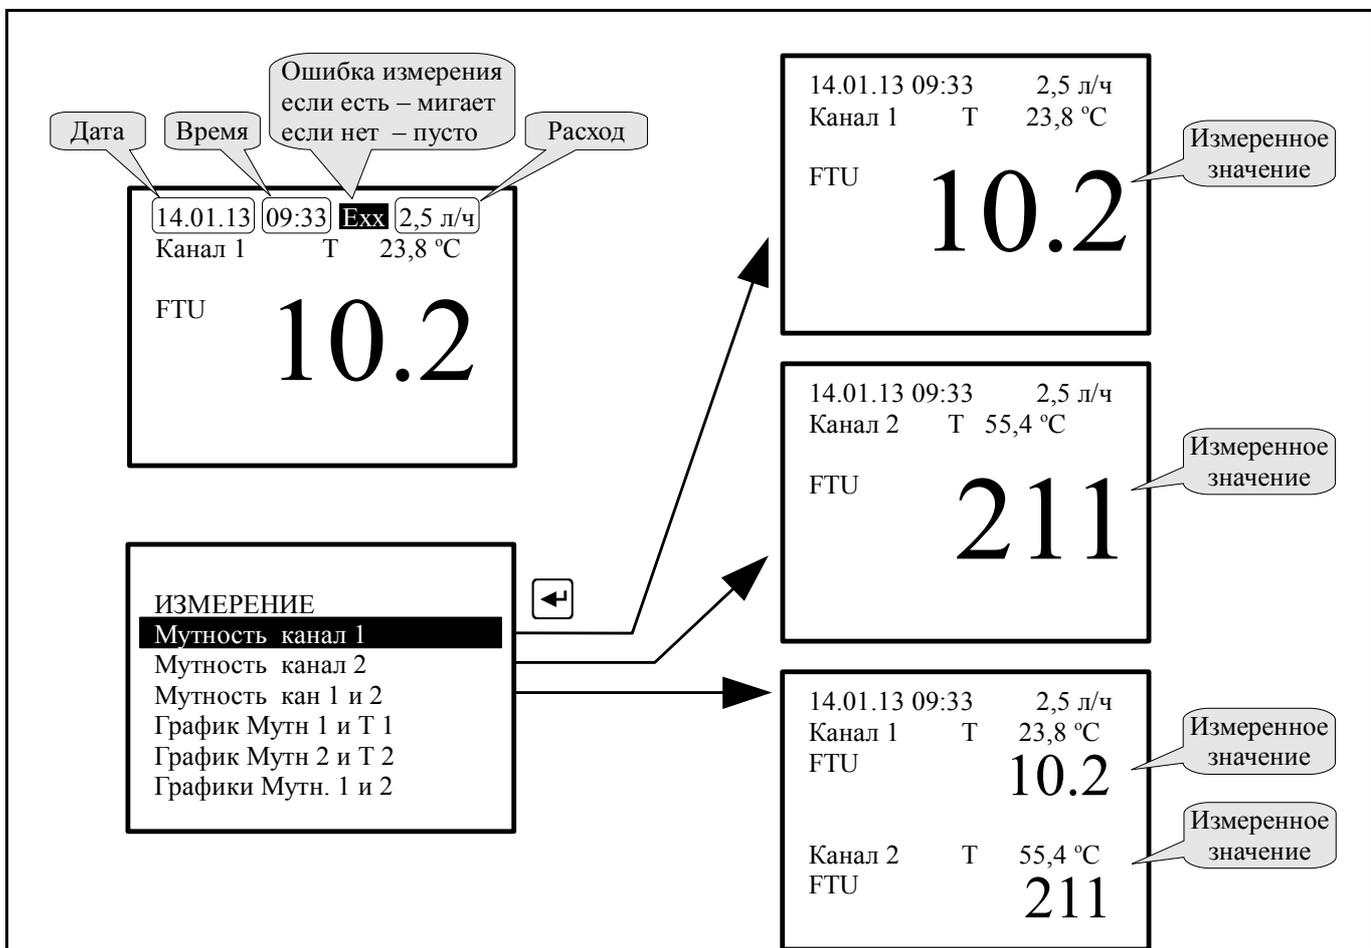

Рисунок 2 - Выбор выводимых на индикатор измеренных числовых значений параметров
8.3.1 **Мутность канал 1**, **Мутность канал 2** и **Мутность кан 1 и 2** - цифровое отображение измеренных данных (Рисунок 2).